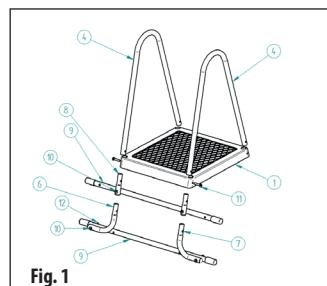

Fig. 1
Introduire les mains courantes (4) de l'échelle par le haut dans les orifices de la plateforme (1) (**fig. 1**). Puis introduire dans les mains courantes et par le dessous les pièces servant de support à l'échelle à l'extérieur de la piscine. Pour une profondeur de piscine fonction du terrain de 120 cm, utiliser les mamelons (8) et pour une profondeur de piscine fonction du terrain de 110 cm, utiliser les coudes de pied (6 et 7). Les coudes doivent être tournés vers l'extérieur et les orifices de vissage du renfort (9) doivent être parallèles au plan de la plateforme (1). Veiller à ce que les orifices dans les mains courantes (4) affleurent les orifices dans la plateforme (1) et dans les mamelons (8) (coudes (6 et 7)). Visser à l'aide de 2 vis (11) et des écrous de verrouillage (12). Introduire les vis de l'extérieur de la plateforme.